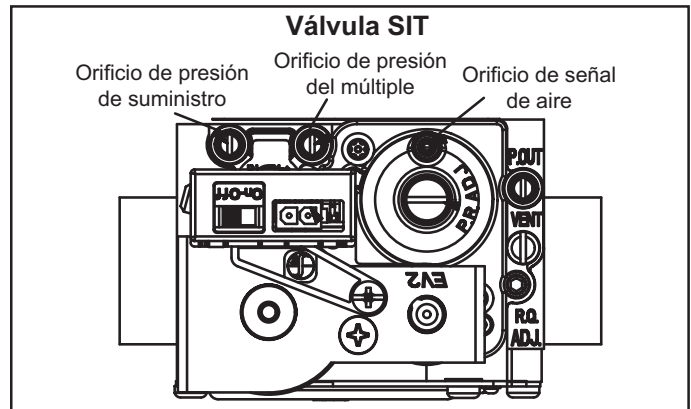

FIGURA 29
Operación de la válvula de gas (Figura 29)
- 6 - Mueva el interruptor de la válvula de gas a la posición APAGADO. No lo fuerce. Ver la Figura 29.
- 8 - Mueva el interruptor de la válvula de gas a la posición ENCENDIDO. No lo fuerce. Ver la Figura 29.
- 4 - Mueva el interruptor de la válvula de gas a la posición **APAGADO**. No lo fuerce. Ver la Figura 29.